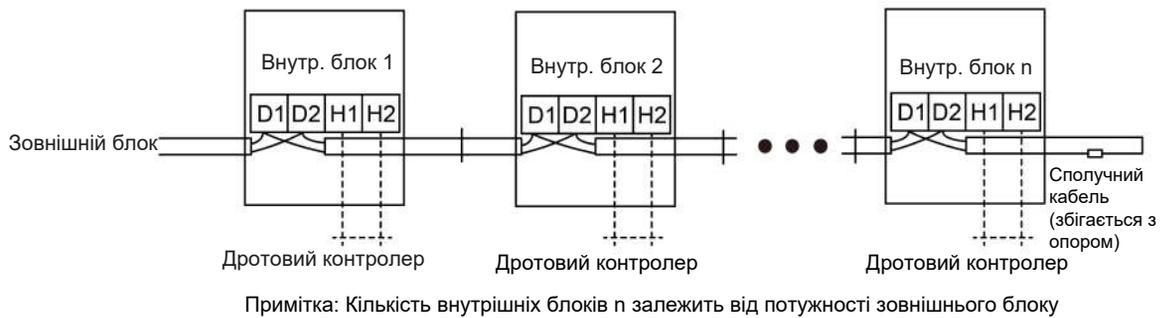

Рис.5.3.2
- (4) Закріпіть кабель зв'язку затискачем електричної коробки.
- (5) Для більш надійного зв'язку переконайтеся, що кінцевий резистор підключено до найближчого внутрішнього блоку комунікаційної шини (клеми D1 і D2), як показано на рис. 5.3.2, кінцевий резистор постачається з кожним зовнішнім блоком.